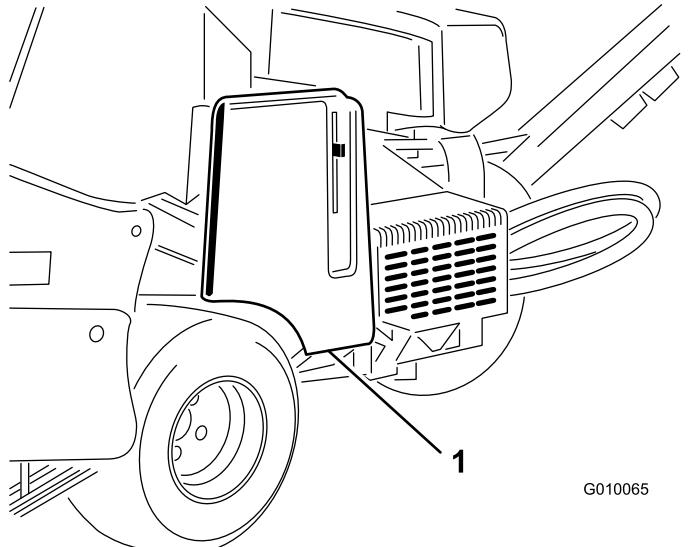

Bild 56
2. Entriegeln und entfernen Sie die Riemenabdeckung (Bild 56).